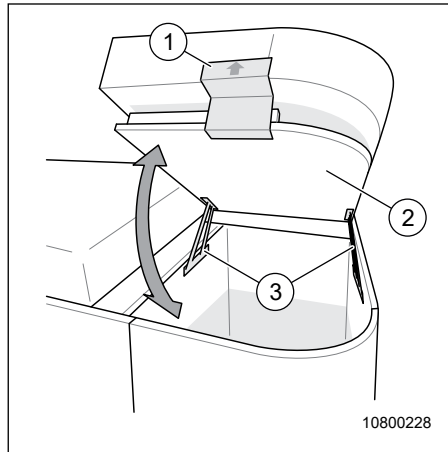

Fig. 55 Élévateur lit arrière
1. Pousser le panneau (Fig. 55, Pos. 2) avec le sommier en deux parties complètement vers le haut à l'aide de la poignée (Fig. 55, Pos. 1).
2. Le panneau (Fig. 55, Pos. 2) est automatiquement maintenu en position supérieure grâce à la charnière (Fig. 55, Pos. 3).